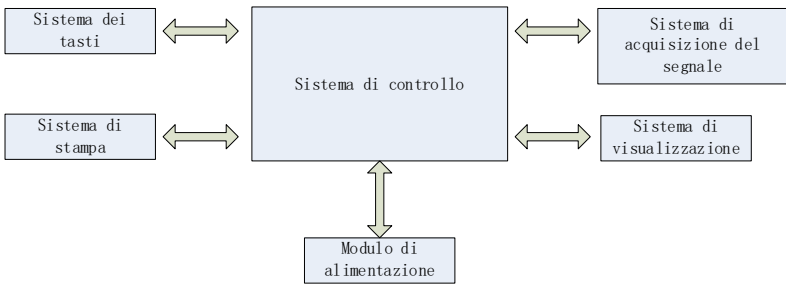

Figura 4-2 Diagramma a blocchi dell'unità di controllo
(2) Il diagramma a blocchi del principio di funzionamento viene mostrato nella Figura 4-2.